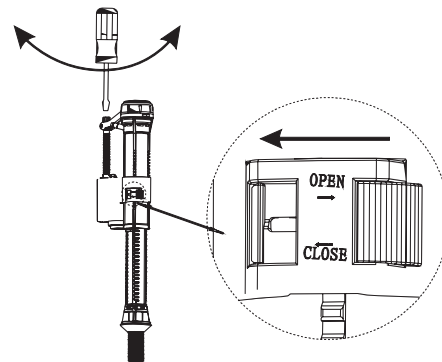

Рис. 6 / 6-сур.
- передвинуть фиксатор в первоначальное положение для фиксации держателя поплавка на заданном уровне (рис. 6);
- используя отвертку и винт точной регулировки, отрегулировать уровень воды (рис. 6).